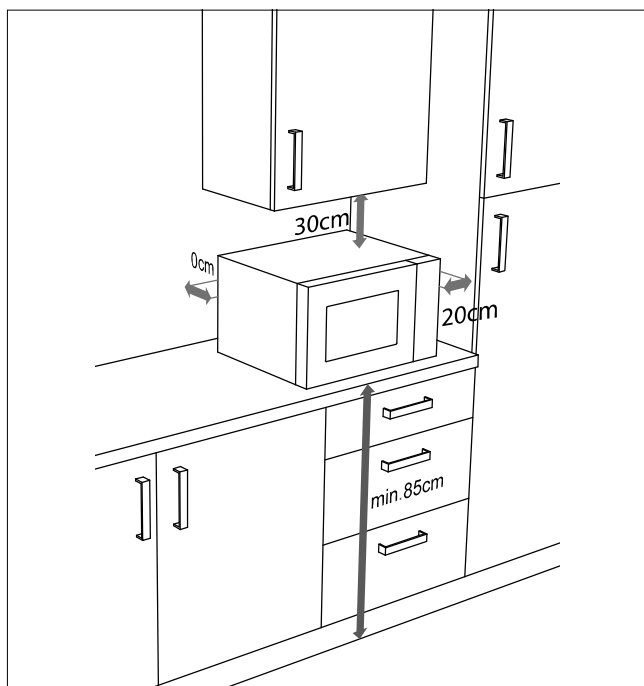

Abb. 3 – Geräteabstand
- ▶ Für eine ausreichende Belüftung müssen die dargestellten Abstände eingehalten werden (**siehe Abb. 3**). Der Abstandhalter an der Geräterückseite muss die Wand berühren. Er gewährleistet den korrekten Abstand beim Aufstellen der Mikrowelle.